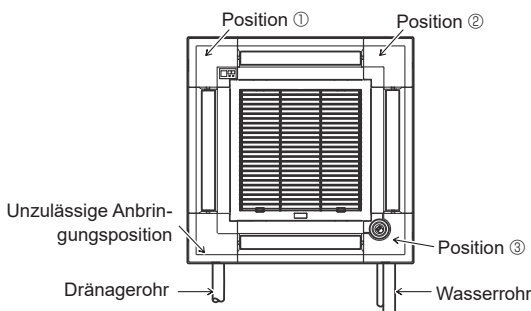

Fig. 7-11
Die Eckplatte des Signalempfängers kann nicht auf der Dränagerohrseite für das Hauptgerät angebracht werden. (Siehe Fig. 7-11)
- Die Eckplatte des i-see-Sensors sollte mit Schraube ③ am Gitter ① befestigt werden.
- * Wenn die Position des i-see-Sensors aus der Standardposition (Position ③) geändert wurde, müssen auch die Funktionseinstellungen geändert werden. (Fig. 7-11)
- Die Eckplatte des i-See-Sensors kann nicht auf der Dränagerohrseite für das Hauptgerät angebracht werden. (Siehe Fig. 7-11)